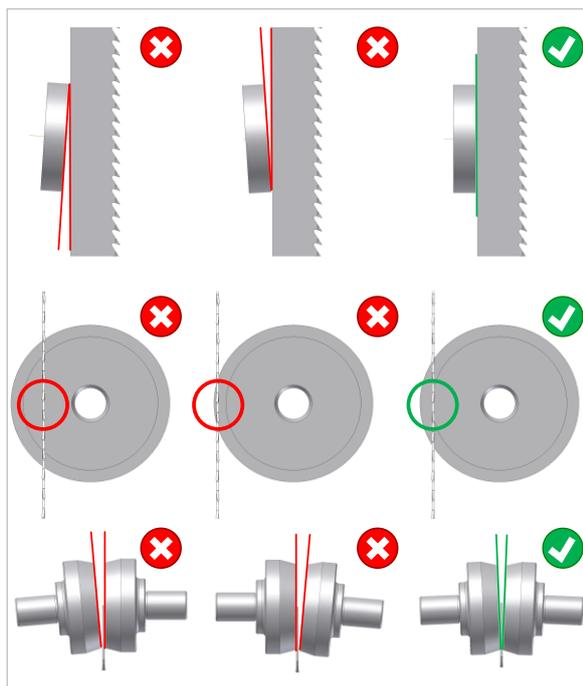

Figure 31: réglage de base des galets arrière et latéraux
- Régler les galets latéraux de manière à ce qu'ils ne touchent que légèrement la lame de scie (⇒ Figure 31). Veiller à ce que la lame ne soit pas déviée latéralement !
- Une fois le réglage effectué, serrer les deux contre-écrous (M) et les vis à garrot (K1) et (K2).